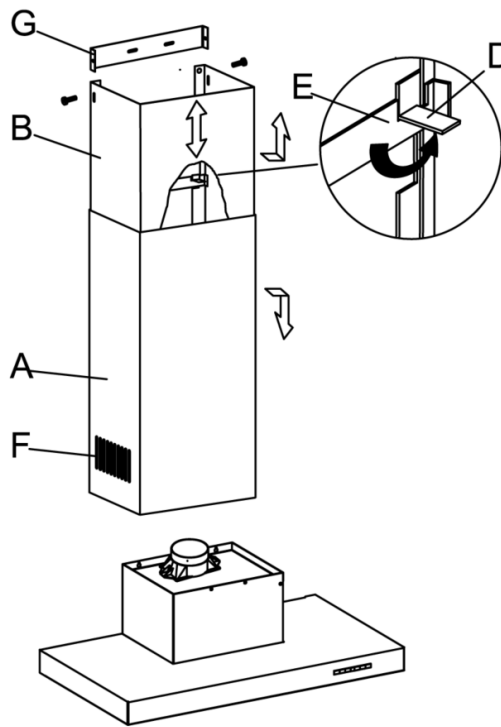

Fig.2
- Marcar en la pared la posición del soporte E (Fig. 2), según cotas y especificaciones de la plantilla adjunta.
- Poner el tubo A con la parte telescópica B en su interior, asegurándose que la pestaña D esté correctamente alojada en el soporte E (Fig. 2).